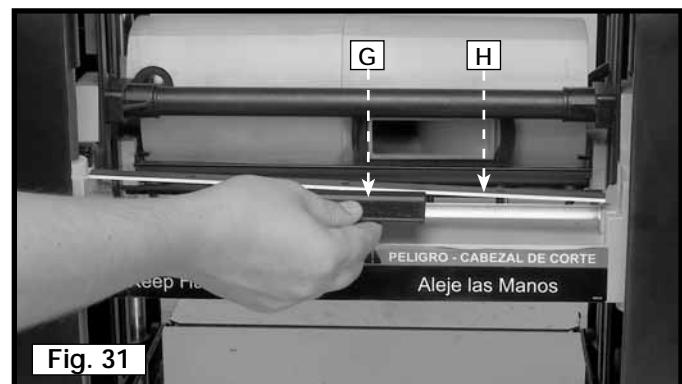

Fig. 31
- Mettre l'outil de transfert de couteau magnétisé (G) fig. 31 sous la partie centrale du couteau. Soulever l'outil de transfert (H) de manière à le séparer des broches. Retirer le couteau.